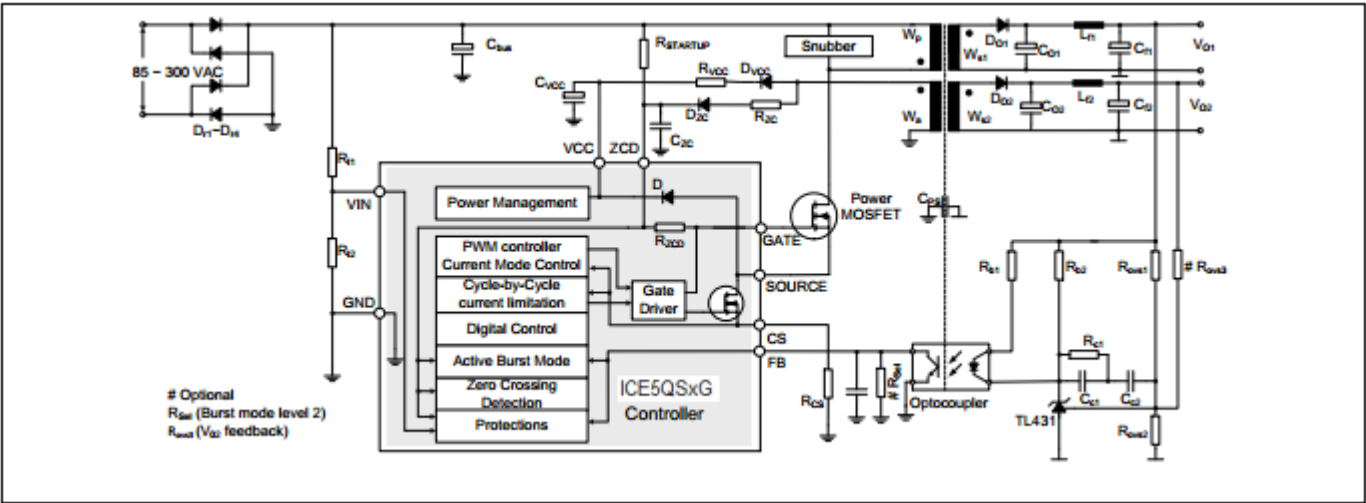
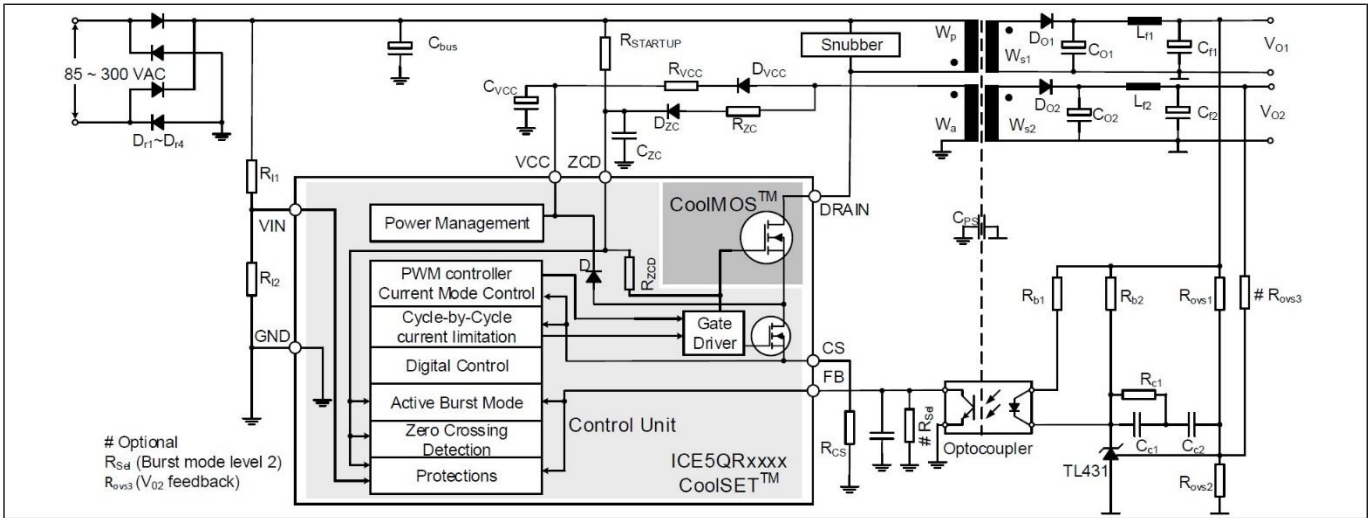
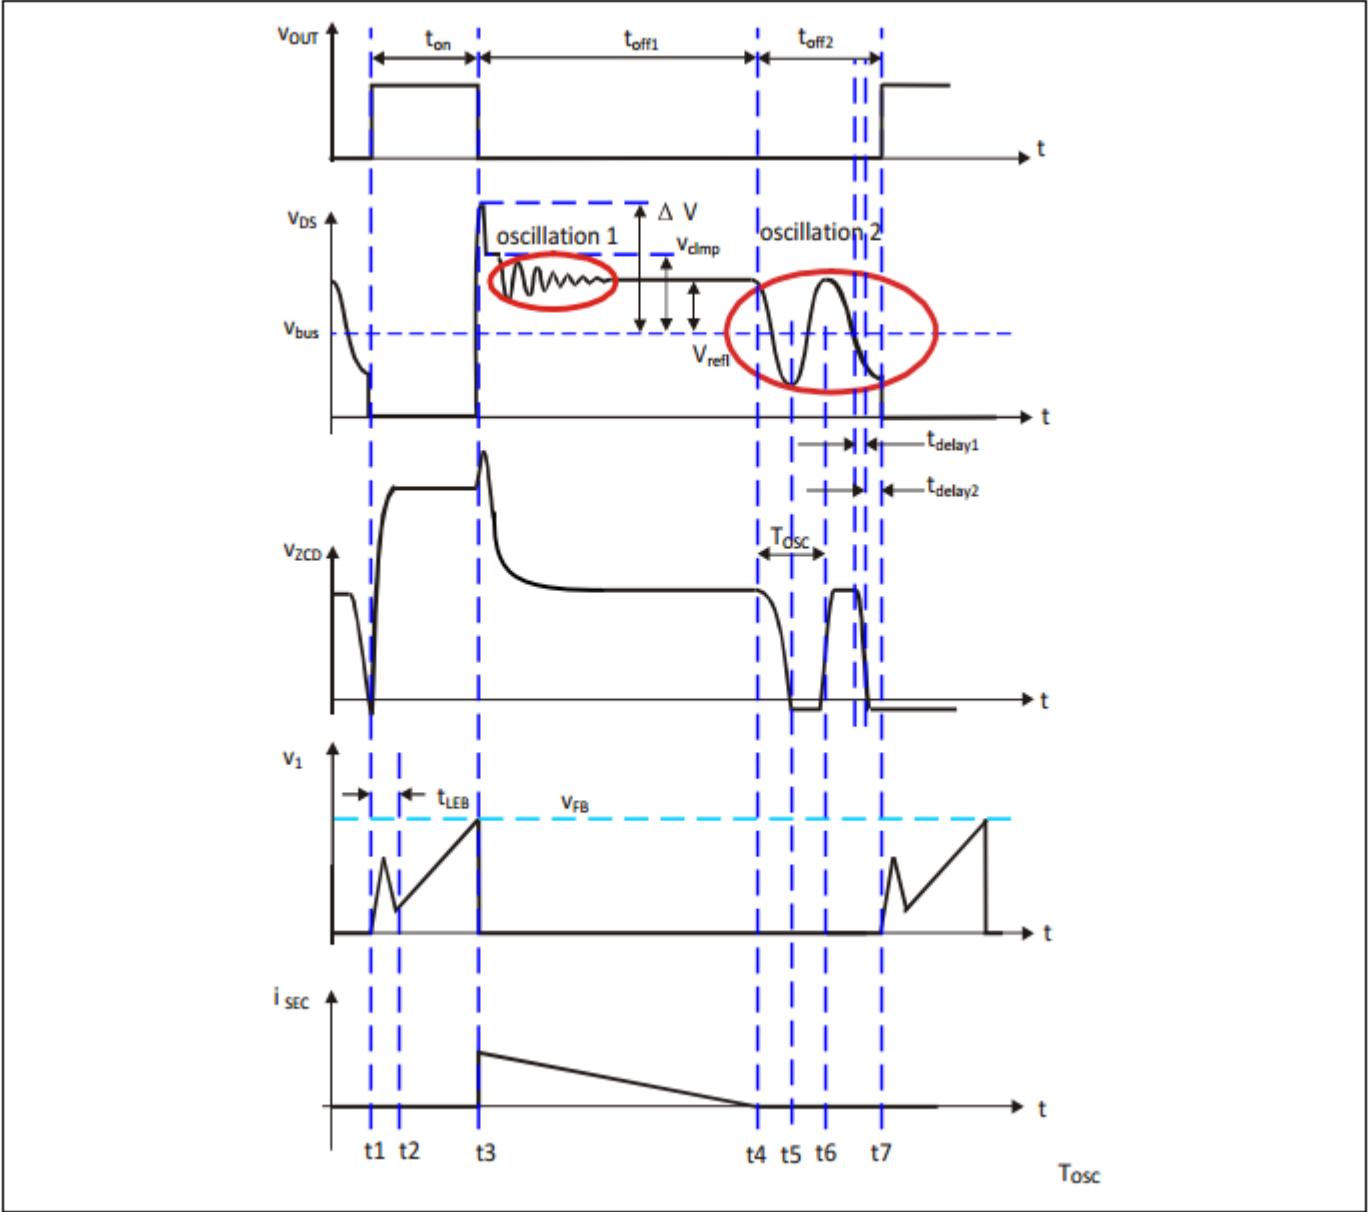

图 2 控制器的典型应用
图 3 CoolSET™ 的典型应用
图 4 第五代准谐振反激式转换器的典型波形
V_{IN} 引脚通过电阻分压器 (见图 2) 连接到母线, 以便感测线路电压。该引脚兼顾输入线路过压、欠压保护及用于高低压线路的最小过零 (ZC) 计数设置功能。
2.2.3 电流感测 (CS)
源极引脚连接至外部电源开关 Q1 的源极 (见图 2), 该电源开关将与内部低边 MOSFET 及 V_{CC} 二极管 D 串联。
图 2 与图 3 展示了 ICE5QSxG 及 ICE5QRxxxxxx 在准谐振反激式转换器中的典型应用。在该转换器中，市电输入电压由整流桥整流再经电容器 C_{bus} 进行平滑处理后得到母线电压 V_{bus} 。变压器则包含 1 个初级绕组 W_p 、1 个或多个次级绕组 W_{s1} 和 W_{s2} ，以及 1 个辅助绕组 W_a 。当反激式转换器采用准谐振控制时，其典型波形如图 4 所示。辅助绕组的电压可提供有关电源变压器退磁和输出电压的信息。
如图 4 所示，电源开关接通后，分流电阻器 R_{cs} 两端将出现因漏源电容器放电引起的尖峰电压。尖峰出现后，电压 V_{cs} 即可通过变压器 L_p 的主电感显示实际电流相关信息。一旦测得的电流信号 V_{cs} 超过最大值（取决于反馈电压 V_{FB} ），电源开关就会关断。在此导通期间，辅助绕组两端将生成与输入总线电压成比例的负电压。
次级侧电流降至零后, 电源开关的漏源电压会再次出现振荡 (图 4 中的振荡 2; 即本文档所提及的主振荡)。该振荡发生在由变压器 L_P 等效主电感和漏源 (或漏极-GND) 端子 C_{DS} 端子两端电容器组成的电路中, 其中包括 MOSFET 的 $C_{o(er)}$ 。该振荡的频率计算公式如下:
此公式中, : 图 4 中的振荡 2
当施加如图 2 及图 3 所示的交流线路输入电压时，一个经整流的电压就会出现在电容器 C_{bus} 两端。上拉电阻 R_{START-UP} 向电源开关的 C_{iss}（输入电容）提供充电电流，并逐渐生成一个特定电压电平。若 C_{iss} 上的电压足够高，则电源开关便会接通，随后通过变压器 L_P 的初级电感、电源开关和具备两级恒流源 I_{VCC_Charge1}¹ 及 I_{VCC_Charge3}¹ 的内部二极管对 V_{CC} 电容器进行充电。